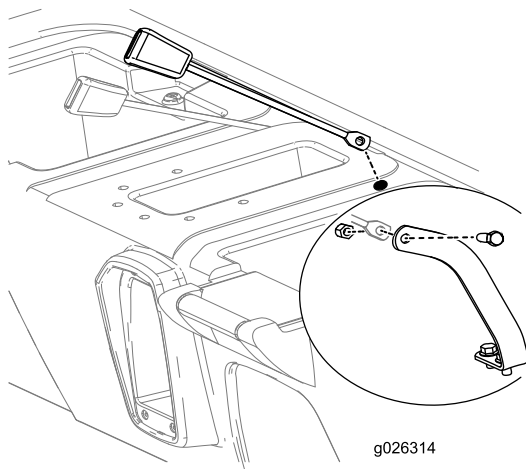

Рисунок 10
8. Вставьте крепежную сторону приемного конца каждого узла блокировки ремня безопасности в одно из вновь просверленных в основании сиденья отверстий (Рисунок 10).
9. Установите приемный конец каждого ремня безопасности на узел крепления каждого ремня безопасности с помощью болта (7/16 дюйма) и гайки (7/16 дюйма), как показано на Рисунок 10.